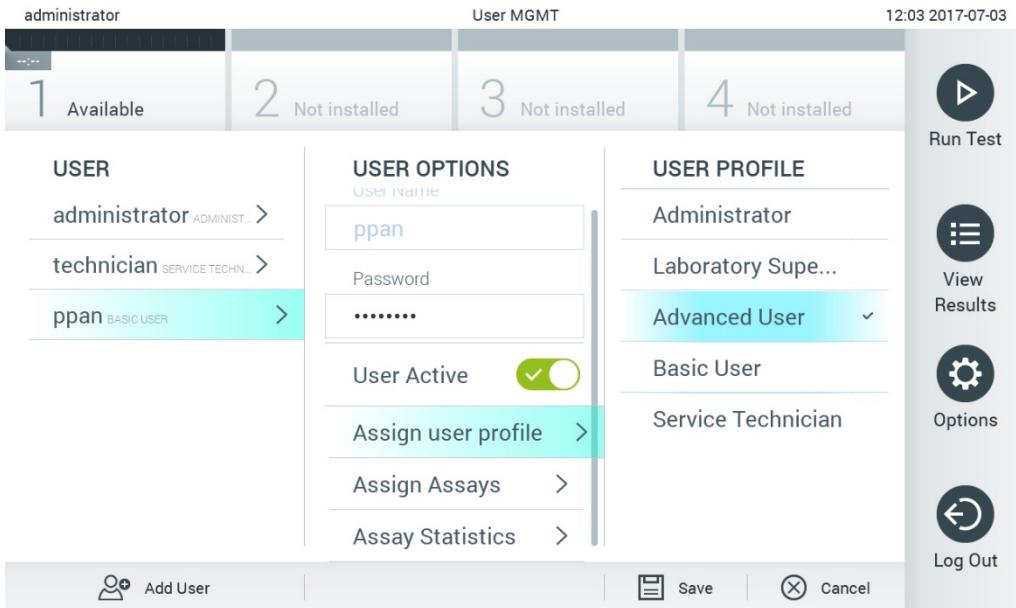

Figura 60. Alocarea profilurilor de utilizator utilizatorilor.
- **Assign User Profile** (Alocare profil de utilizator): Permite alocarea unui alt profil de utilizator utilizatorului respectiv (de exemplu, Administrator, Laboratory Supervisor (Supraveghetor de laborator), Advanced User (Utilizator avansat), Basic User (Utilizator de bază)). Selectați profilul de utilizator corespunzător din lista din dreapta zonei de conținut (Figura 60, pagina următoare).